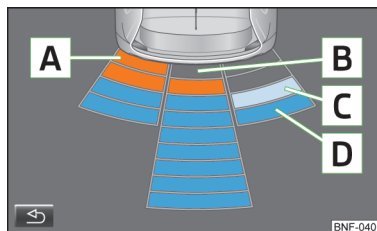

Fig. 79
- A** En forhindring, der registreres i kollisionsområdet, vises ved hjælp af det orange segment » Fig. 79. **Kør ikke videre!**
- Ved at trykke på symbolknappen  på multifunktionssystemets skærm » Fig. 79